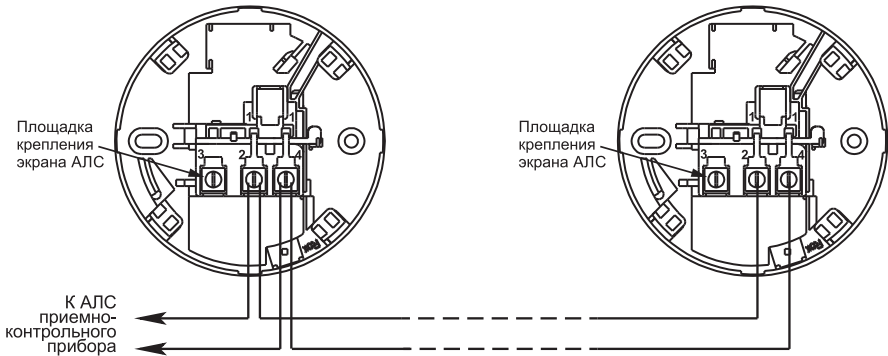

Рисунок 13. Внешние подключения унифицированной розетки для адресных извещателей
4. Закрепить розетку в месте установки извещателя (см. рисунки 4, 5) и подключить к ним провода АЛС; соблюдение полярности необязательно (см. рисунок 13).